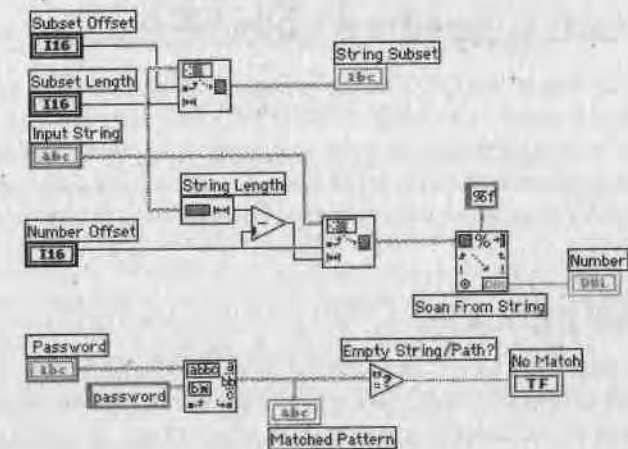

Рис. 9.24
3. Постройте блок-диаграмму, как показано на рис. 9.24. Функция **Выделение подстроки** возвращает из входной строки подстроку заданной длины, начиная с определенного символа.